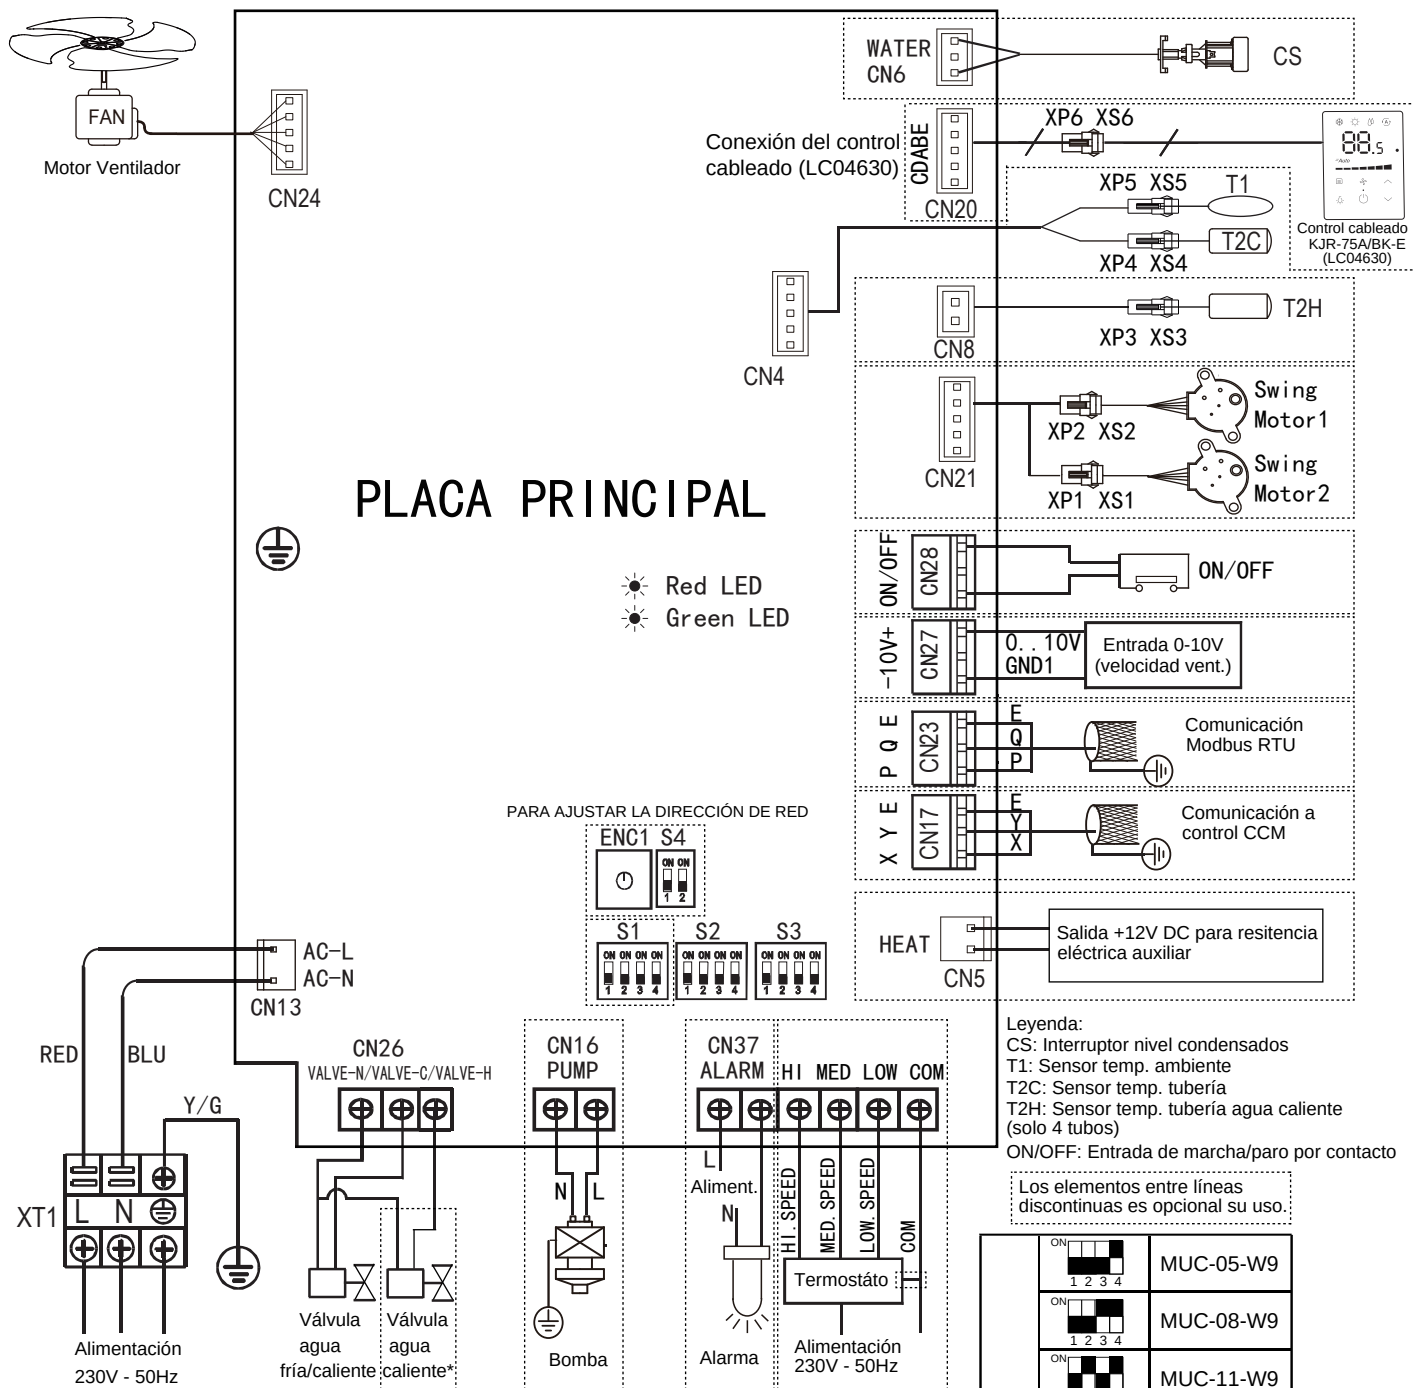

Figura 5-20 Esquema eléctrico
- Realice las conexiones eléctricas de acuerdo con la placa de identificación del cableado (Figura 5-20) de la unidad.